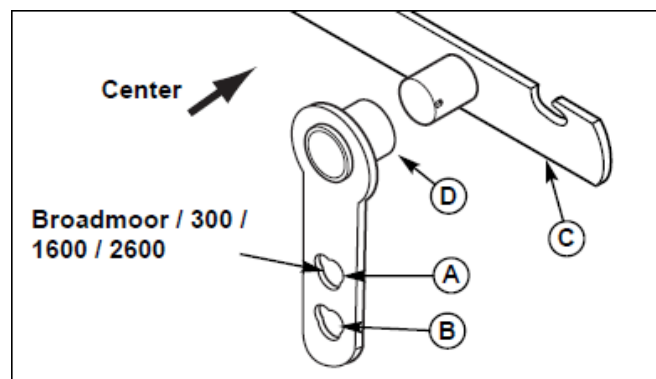

図14 アッパーハンガー
6. そのままであれば、安全クリップ(図13のAとH)を上部ハンガ(B)と下部ハンガ(E)から外してください。リフトフック(F)の上にポストについて上部ハンガ(B)を入れ、リフトフック(F)の上にポストに上部ハンガ(B)を入れてください。上部ハンガーのロングハブ(図14のD)を中央にします。下部ハンガー(D)の上にある上部ハンガ(図13のB)の上の孔につないでください。ワッシャ(G)と安全クリップ(AとH)でこていしてください。逆の側も同様に行ないます。
注意:Broadmoor/300/1600/2600 は図 14 による上部の孔に入れます。